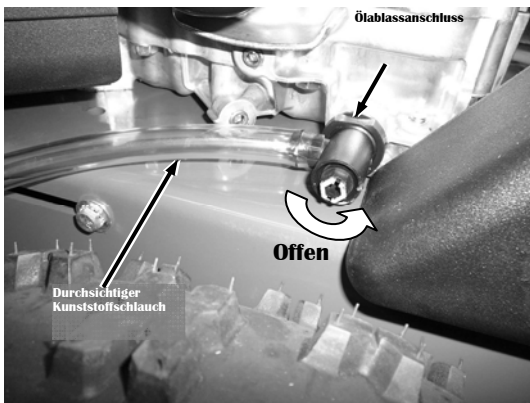
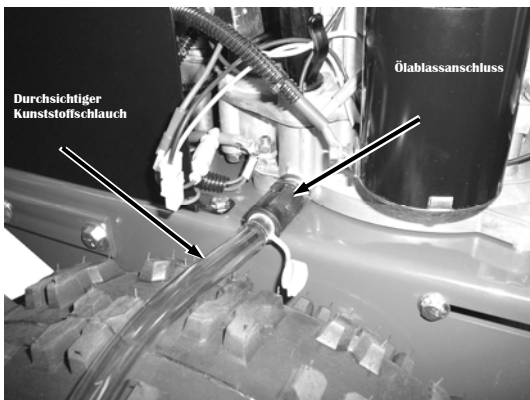

Abbildung 10
Abbildung 11
1. Schieben Sie ein Ende des durchsichtigen Kunststoffschlauches über den Ölablassanschluss (**Abbildung 10** Kawasaki, **Abbildung 11** Briggs) und das andere Ende in den Ölablassbehälter.
2. Öffnen Sie bei Kawasaki Motoren den Ablassanschluss mit einem 10-mm-Schraubenschlüssel oder einem Schlitzschraubenzieher, um das Öl ablaufen zu lassen (**Abbildung 10**).
3. Ziehen Sie bei den Briggs Motoren den Deckel des Ölablassanschlusses ab, schieben den Ablassanschluss hinein und drehen den Ablassanschluss nach links, um das Öl ablaufen zu lassen (**Abbildung 11**).